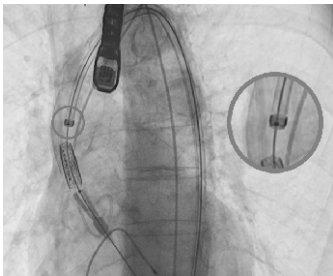

Figura 26:
- K.9. En la aorta ascendente, verifique el posicionamiento del marcador radiopaco distal del balón de inflado, que debe superponerse con el marcador radiopaco de la vaina desviable. Si el balón avanza durante la navegación, reposicione utilizando el sistema de ajuste fino del sistema de colocación, como se muestra en la Figura 26.